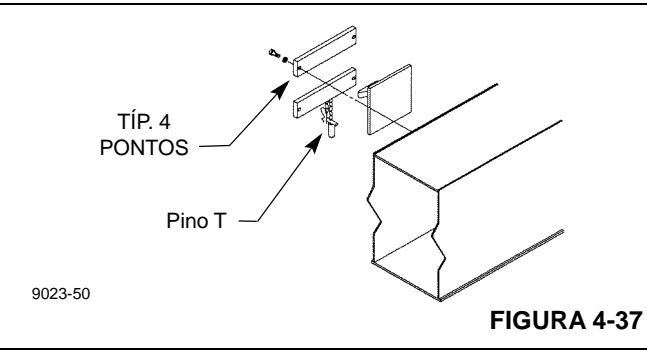

FIGURA 4-37
2. Sem apertar, parafuse o conjunto do gancho na lateral da primeira seção da lança (Figura 4-37).